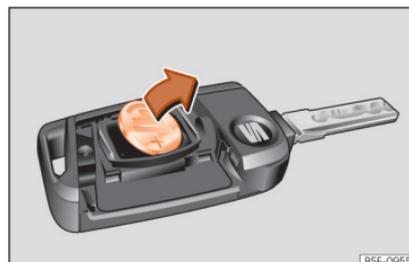

Fig. 75 Chave do veículo: extração da pilha.
- Extraia a pilha do compartimento com um objeto fino adequado »» Fig. 75.
- Coloque a pilha nova conforme se mostra »» Fig. 75 pressionando-a para o compartimento da pilha, no sentido contrário ao da seta »» ❷.